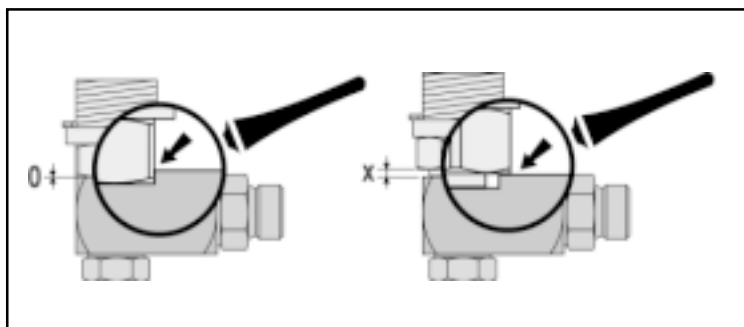

fig. 10
- fijar el acople de la manera correcta, para que no gire durante el montaje (fig. 10)
- Montar el soporte del sensor en el cárter (fig. 10).